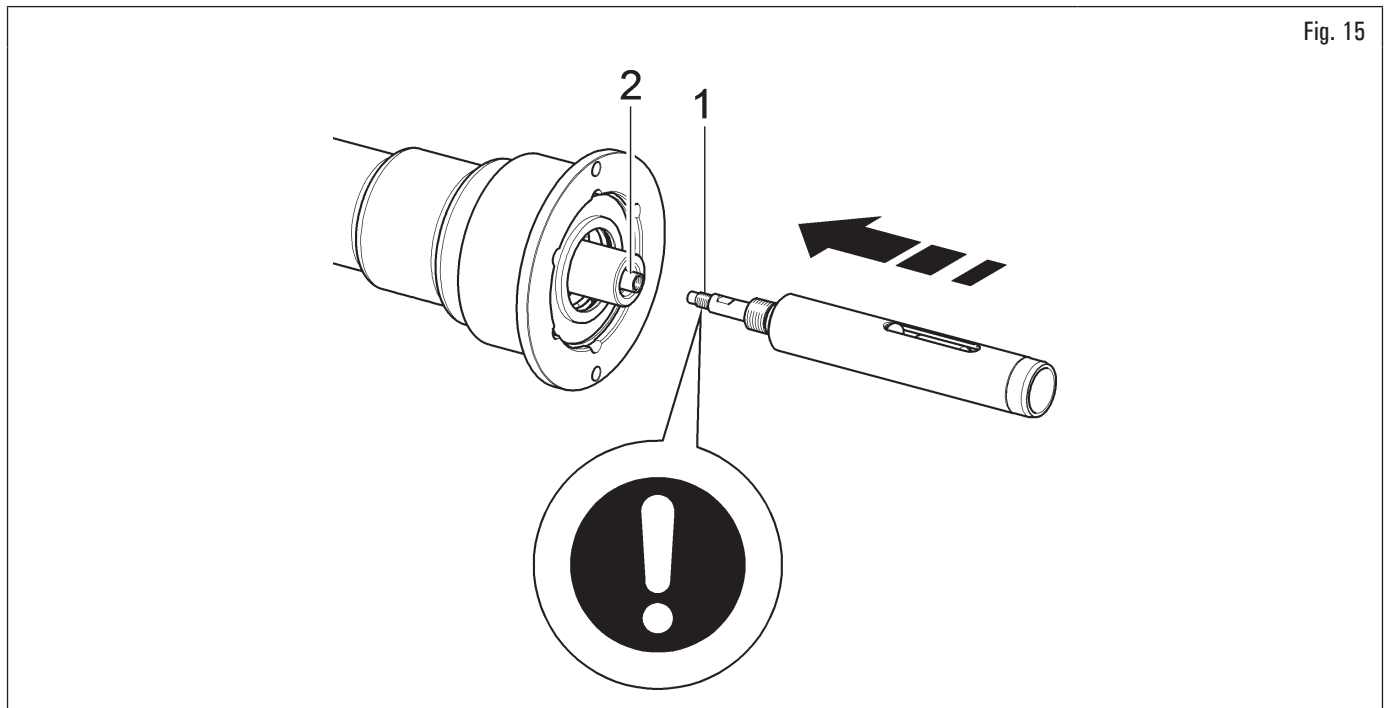
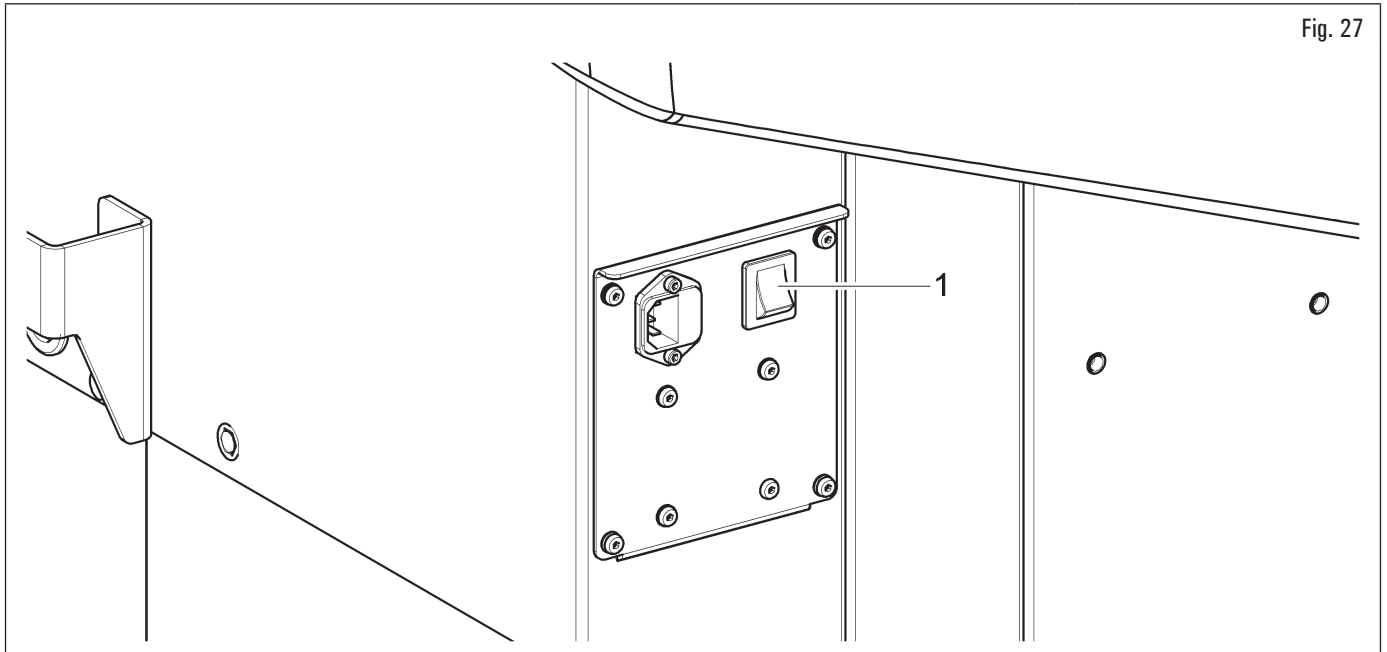

Fig. 15
Fig. 27
2. spegnere quindi l'apparecchiatura premendo l'interruttore generale (Fig. 27 rif. 1). Accoppiare lo stelo interno pneumatico (Fig. 15 rif. 1) con lo stelo interno della flangia (Fig. 15 rif. 2) (vedi Fig. 15);
Al montaggio del kit albero pneumatico (Fig. 15 rif. 1) mettere frenafilletti resistenza media loctite 242 o equivalente solo sul filetto M10 e serrare a 30 Nm (22 ft-lbs).
Una volta effettuato il collegamento presa/spina, azionare l'apparecchiatura mediante l'interruttore generale (Fig. 27 rif. 1).
Premere su "ON" l'interruttore generale (Fig. 27 rif. 1), situato nella parte laterale dell'apparecchiatura.
Per spegnere l'apparecchiatura è sufficiente premere su "OFF" l'interruttore generale (Fig. 27 rif. 1).